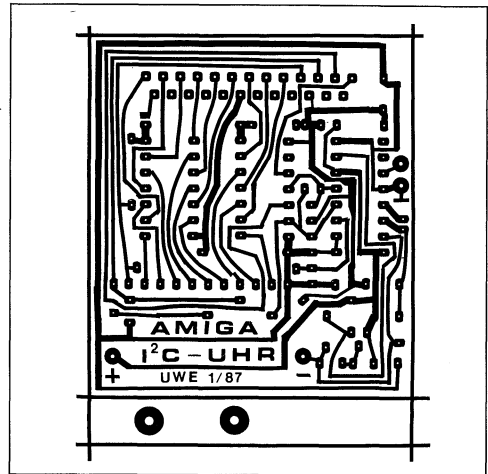
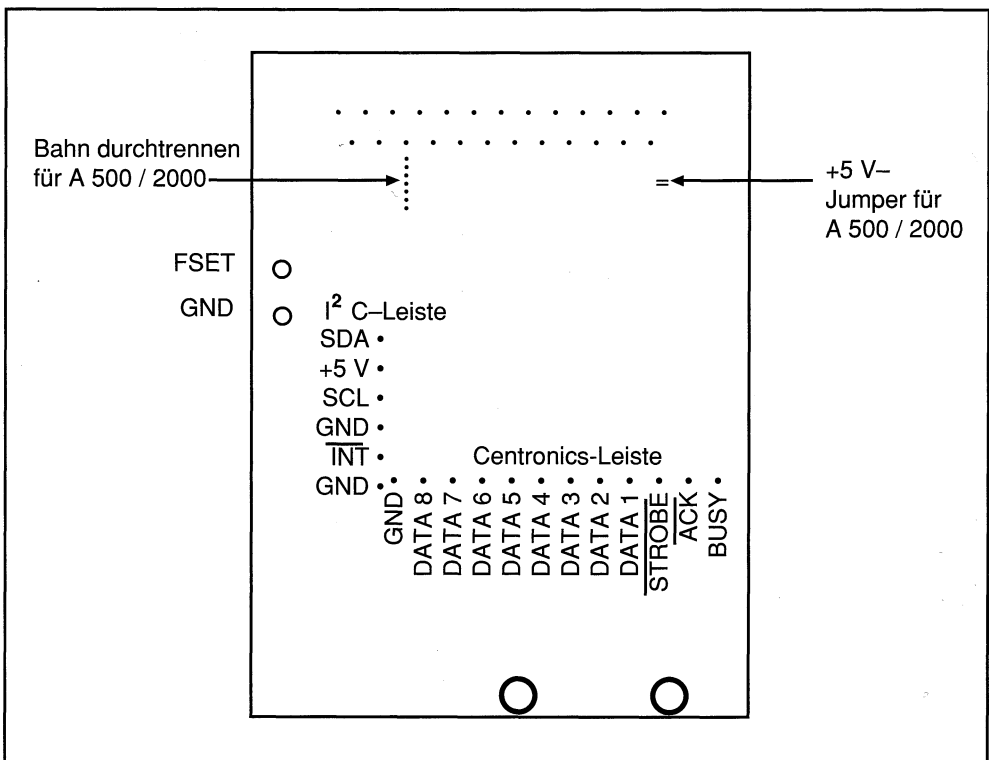

Bild 2.52: Layout für PC-Interface und Echtzeituhr sowie Druckertreiber
Bild 2.53: Lage der Anschlüsse und Jumper auf der PC-Platine
- 1 einseitige Platine nach Bild 2.52
Natürlich ist eine externe Echtzeituhr vor allem für den Amiga 1000 interessant. In erster Linie für ihn ist auch die Platine nach Bild 2.52 gedacht. Der Betrieb mit den anderen Amiga-Modellen ist selbstverständlich auch möglich. Allerdings muß in diesem Fall unbedingt die im Layout vorhandene Verbindung zur +5V-Versorgungsspannung durchtrennt und stattdessen der vorgesehene Jumper mit etwas Lötzinn überbrückt werden. Die Lage dieser Elemente geht aus Bild 2.53 hervor. Beide befinden sich auf der Leiter-
Der Anschluß eines Druckers geschieht über die Centronics-Leiste. Bild 2.53 enthält Informationen zur Lage der einzelnen Anschlüsse. Richten Sie sich nach den Hinweisen in Kapitel 2.6. Über die I²C-Leiste können weitere I²C-Zusatzgeräte angeschlossen werden.